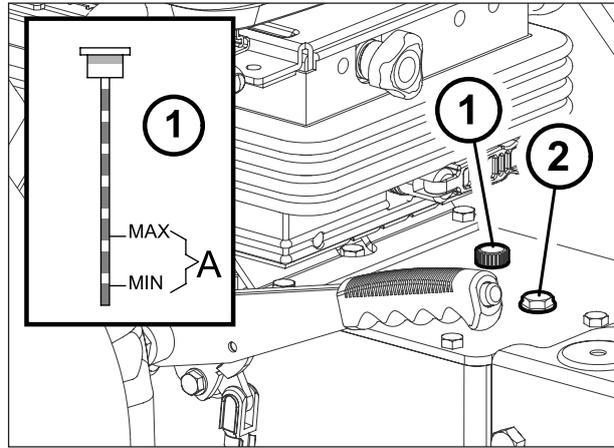

Fig. 89
Nivel aceite: transmisión mecánica, circuito elevador y circuito de dirección (Fig. 89)
Con el tractor sobre terreno plano, motor parado y brazos elevador bajos, controlar que el aceite esté dentro de los límites indicados (1) Fig. 89. Si es necesario agregar aceite, quite el tapón (2) Fig. 89 y agregue aceite a través del agujero (2) Fig. 89.
- Extraer la varilla de control (1) Fig. 89